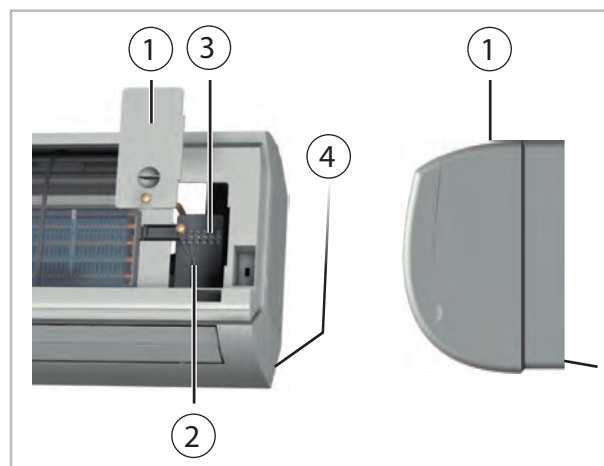

Abb. 41: Anschluss des Innengerätes
2. ➤ Lösen Sie die Abdeckungen auf der rechten Seite (Abb. 41).
3. ➤ Klemmen Sie die bauseits verlegte Steuerleitung an den Klemmen an (Abb. 41).